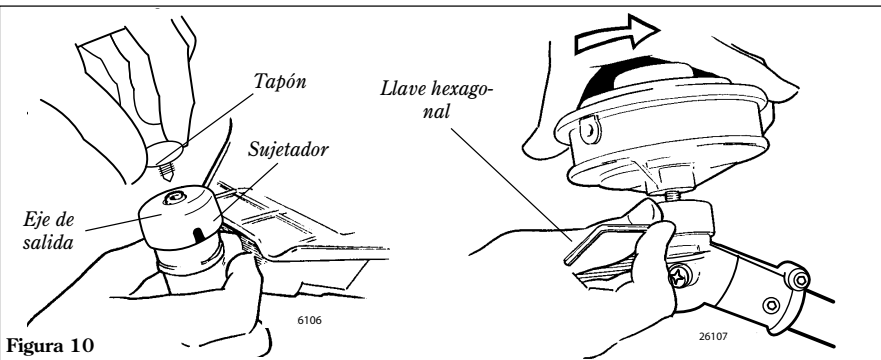

Figura 10
2. Retire y deseche la tapa protectora de plástico negro del eje de salida. Consulte la figura 10.
3. Gire el soporte hasta que el hueco en el soporte se alinee con la muesca en la caja de cambios. Use el lado largo de la llave hexagonal para asegurar el soporte y el eje de salida. Consulte la figura 10.